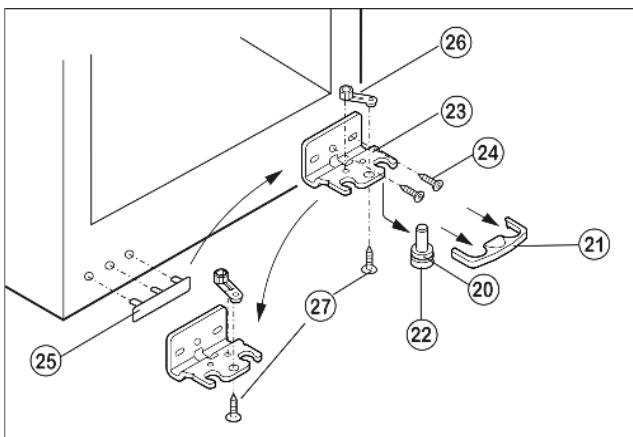

Fig. 5
- ▶ Нижнюю крышку Fig. 5 (21) снимите движением вперед.
- ▶ Вытяните опорный палец Fig. 5 (22) вниз и вперед. При этом следите за гнездом шарнира Fig. 5 (20).
- ▶ Открутите опорный кронштейн Fig. 5 (23) (2 шт. Torx 25) Fig. 5 (24).
- ▶ Открутите опорную деталь Fig. 5 (26) (1 Torx 25) Fig. 5 (27) и, переставив в отверстие на противоположной стороне опорной подставки, снова прикрутите.
- ▶ Снимите и переставьте крышку Fig. 5 (25) со стороны ручки.
- ▶ Снова прикрутите опорную подставку Fig. 5 (23) на новой стороне шарнира, при необходимости с помощью аккумуляторного шуруповерта через внешний продольный паз и круглое отверстие.
- ▶ Снова слегка наклоните устройство назад и переставьте опорный палец Fig. 5 (22).
- ▶ Снова защелкните крышку Fig. 5 (21).